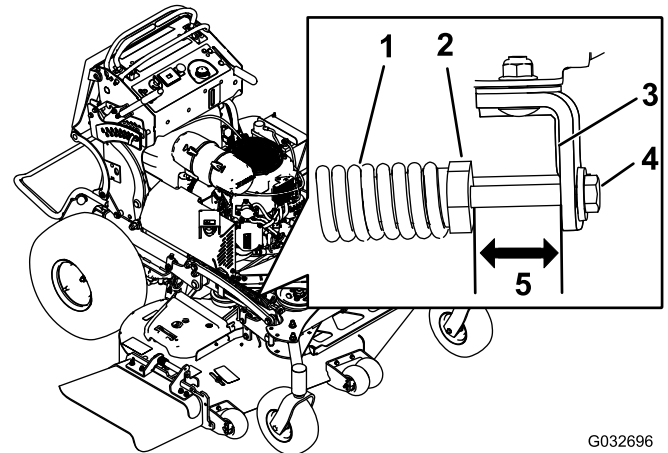

Figure 93
2. Vérifiez la distance entre l'écrou de ressort et l'arrière du support soudé (Figure 93).
3. La distance doit être comprise entre 47 et 50 mm (1,8 et 2 po) (Figure 93).
4. Au besoin, réglez la distance en ajustant le boulon sur l'avant du support (Figure 93).